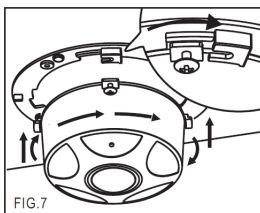
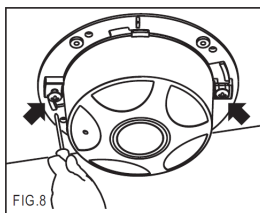

FIG.7
FIG.8
4. Conecte o corpo da câmera ao anel fixo (FIG.7). Aperte os parafusos para fixar o corpo da câmera (FIG.8).